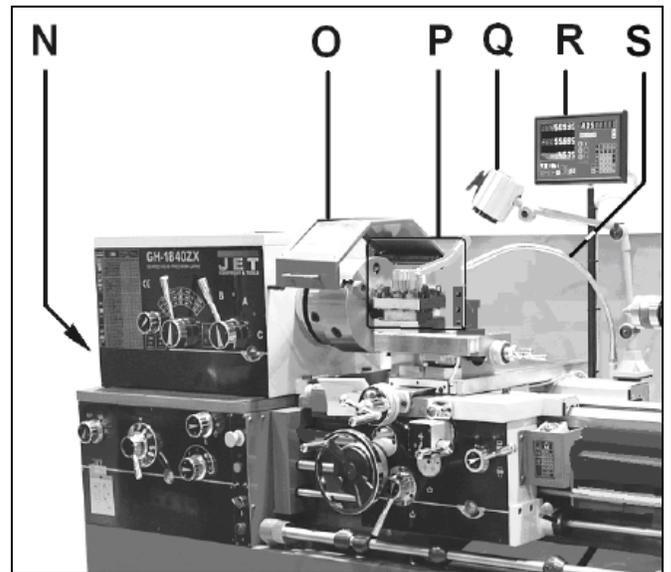

Fig 2-2
Le cache courroie (N, Fig 2-2) et le protège mandrin (O) sont surveiller par interrupteurs électrique. Pour démarrer la machine il faut les fermer.